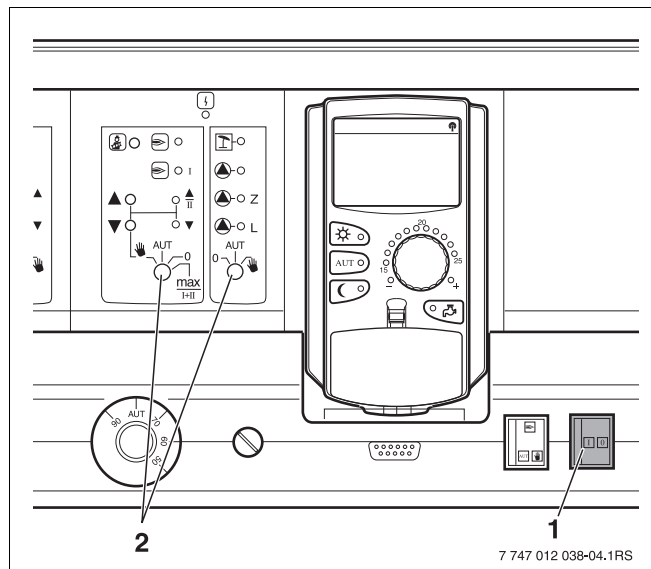

Рис. 8 Пусковой выключатель
- Проверьте, находятся ли пусковой выключатель системы управления (→ рис. 8, [1]) и переключатели модулей (→ рис. 8, [2]) в положении "I" и "AUT" (АВТ).
- Включите систему управления, для чего переведите пусковой выключатель в положение "I" (→ рис. 8, [1]).
- Включите систему управления, для чего переведите пусковой выключатель в положение "0" (→ рис. 8, [1]).